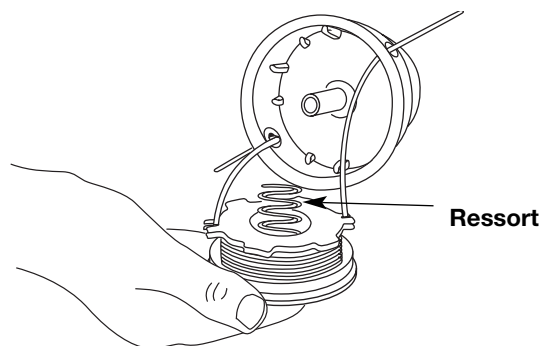

Fig. 24
- Insérez les extrémités du fil dans les œillets de la bobine extérieure et placez le moulinet et le ressort dans la bobine (Fig. 24). Enfoncez le moulinet et la bobine ensemble. Tout en tenant le moulinet et la bobine, saisissez les extrémités et tirez fermement pour dégager le fil des fentes de retenue de la bobine.
5. Insérez les extrémités du fil dans les œillets de la bobine extérieure (Fig. 24).